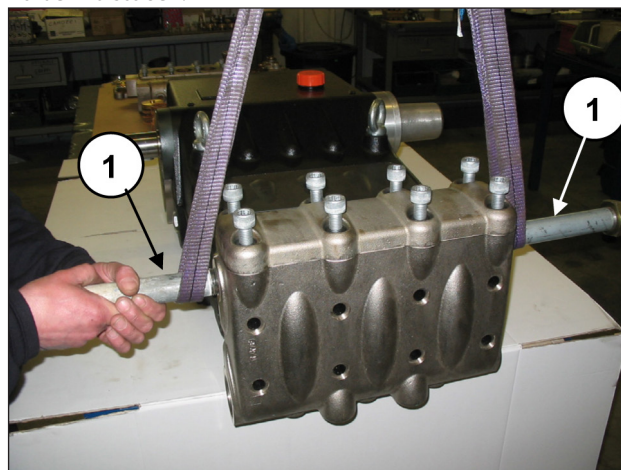
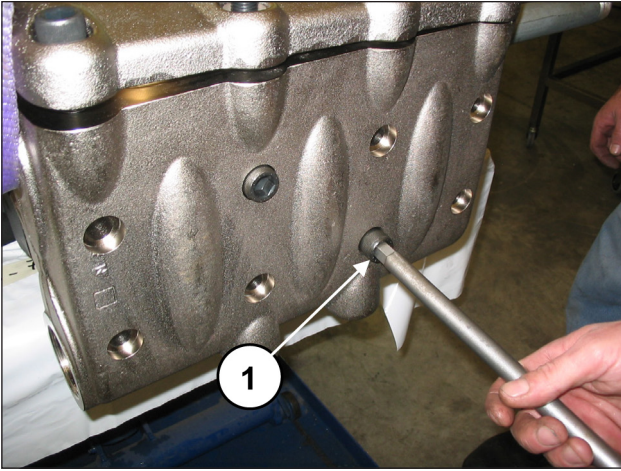

Abb. 104
Abb. 105
Bringen Sie zwei Halter mit Gewinde G2" an die Druckanschlüsse des Kopfs an (Pos. ①, Abb. 104) und lösen Sie dann die 8 Schrauben M16x150 (Pos. ①, Abb. 105). Achten Sie beim Ausziehen des Kopfs darauf, nicht gegen die Kolben zu stoßen.